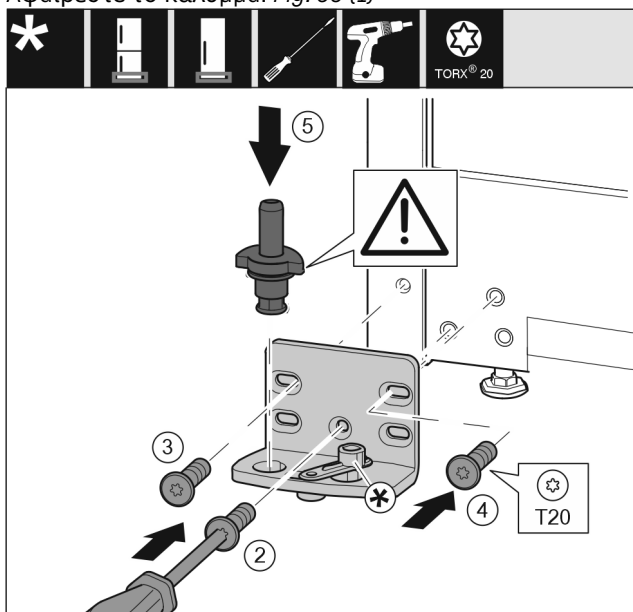

Fig. 36
- ▶ Εφαρμόστε το στήριγμα στην άλλη πλευρά και βιδώστε το με τη βοήθεια ενός κατσαβιδιού T20. Αρχίστε με τη βίδα 2 κάτω στο κέντρο. Fig. 36 (2)
- ▶ Σφίξτε τη βίδα 3 και 4. Fig. 36 (3,4)
- ▶ Τοποθετήστε ολόκληρο τον πείρο. Βεβαιωθείτε ότι το έκκεντρο ασφάλισης είναι στραμμένο προς τα πίσω. Fig. 36 (5)
- ▶ Εφαρμόστε το στήριγμα στην άλλη πλευρά και βιδώστε το με τη βοήθεια ενός κατσαβιδιού T20. Αρχίστε με τη βίδα 2 κάτω στο κέντρο. (2)
- ▶ Περιστρέψτε τη σύνδεση αποσβεστήρα κλεισίματος κατά 180°. Βιδώστε στην άλλη πλευρά του στηρίγματος με κατσαβίδι T20. (5)
- ▶ Τοποθετήστε ολόκληρο τον πείρο. Βεβαιωθείτε ότι το έκκεντρο ασφάλισης είναι στραμμένο προς τα πίσω. (6)